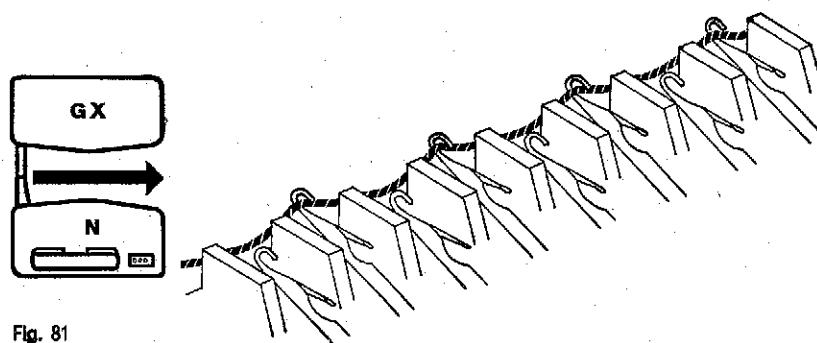

Fig. 81
**Primera vuelta:** Mueva el carro a la izquierda. **Segunda vuelta:** Regrese las agujas vacías de Posición Neutral a Posición de Trabajo, Fig. 81, mueva el carro a la derecha.